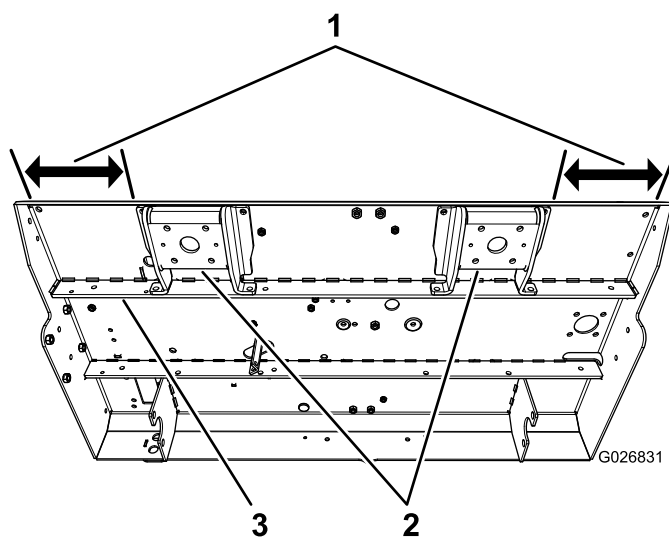
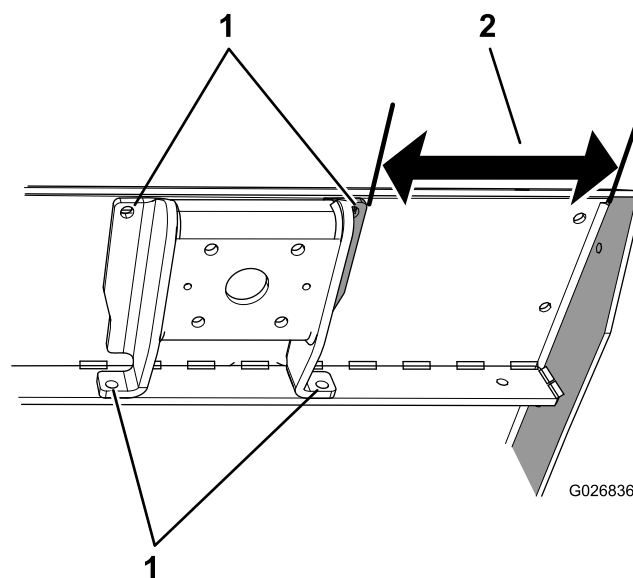

Figure 4
Figure 5
- Utilisez des étriers pour fixer un nouveau support de rouleur au bas du cadre, contre la nervure et à 20,4 cm du bord intérieur du cadre (avant) ; voir Figure 4 et Figure 5.
3. Utilisez des étriers pour fixer l'autre nouveau support de roulement au bas du cadre, contre la nervure centrale du cadre et à 20,4 cm du bord intérieur du cadre (arrière) ; voir Figure 4 et Figure 5.
Remarque: Commencez par serrer les écrous et les boulons qui fixent les supports à la nervure du cadre, puis serrez les écrous et boulons qui fixent les supports au sommet du cadre (Figure 5).